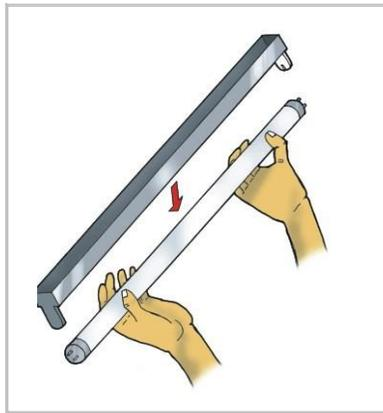

Fig. 7
3. Para desmontar un tubo fluorescente, sujételo por los dos extremos (no por el centro, pues se puede romper), gírelo en 90° grados y tire de él suavemente para desencajarlo de los terminales. Para volver a colocarlo, encaje los extremos en su sitio y gírelos en 90° grados pero en sentido contrario (Fig..7).